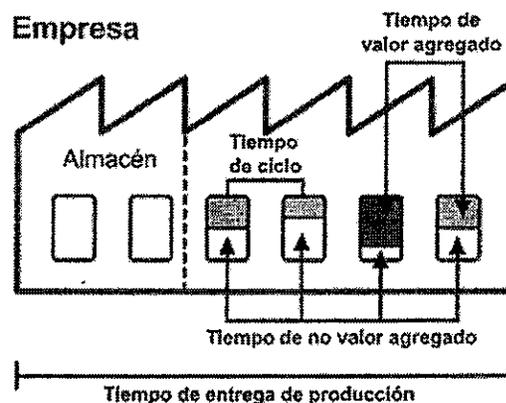

FIGURA 6.4. Tiempo de ciclo y valor agregado.
Según Rother y Shook (1999) el tiempo de ciclo es "qué tan frecuente una parte o producto es terminado en un proceso, en un determinado tiempo. También, el tiempo que le toma a un operador ir a través de todos sus elementos de trabajo antes de que los repita" (Figura 6.4).
6.3.2 Valor agregado (VA)
Rother y Shook (1999) definen el tiempo de valor agregado (VA) con las siguientes palabras "es el tiempo de los elementos de trabajo que actualmente transforman los productos en lo que desea el cliente y está dispuesto a pagar" (Figura 6.4).